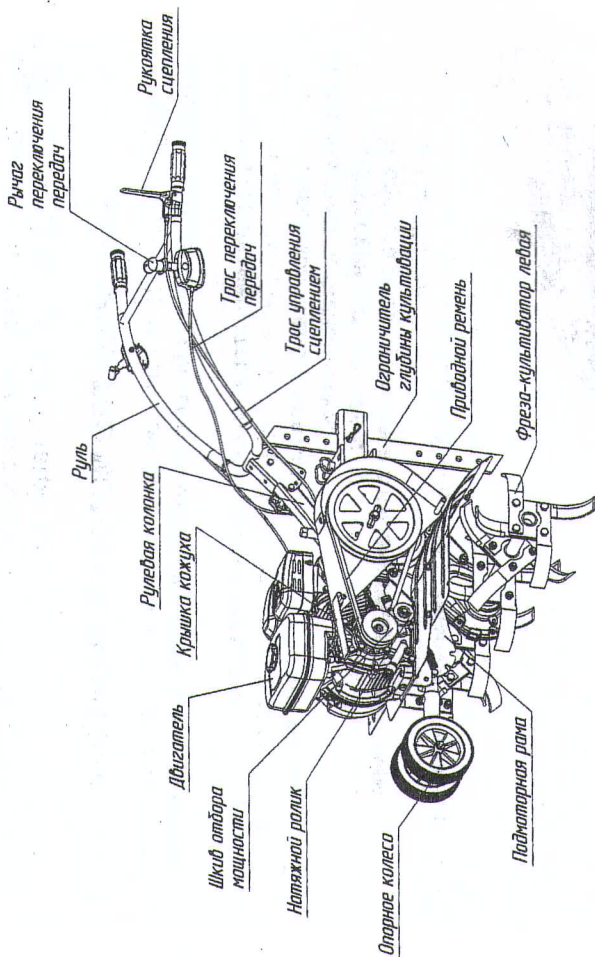

Рис.2 Мотокультиватор МК-200. Общий вид (вид слева, защитный кожух условно снят)
Переключение передач производится перемещением рычага на руле (рис.2): две передачи вперед (1 и 2), одна – задний ход (R), промежуточные положения – нейтральные (N).